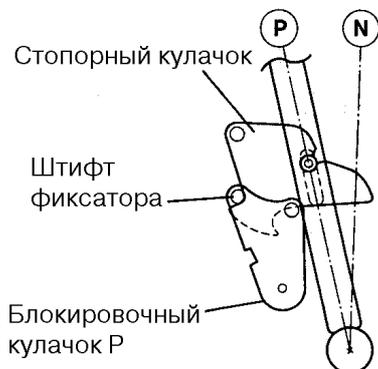

Рис. 2
- 2) Убедиться, что стопорный кулачок удерживается в положении «В» стопорным штифтом (см. рис. 2).
- 1) Убедиться, что каждый из блокировочных кулачков находится в положении, показанном на рис. 2